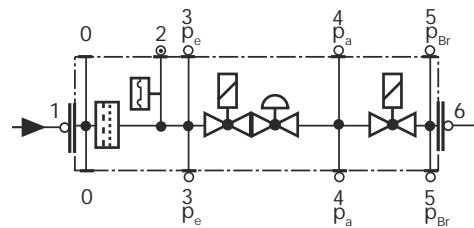

Рис. 37
- Заменяйте фильтр, если разница давления между точками 1 и 3 (Рис. 37)  $\Delta p > 10$  мбар.